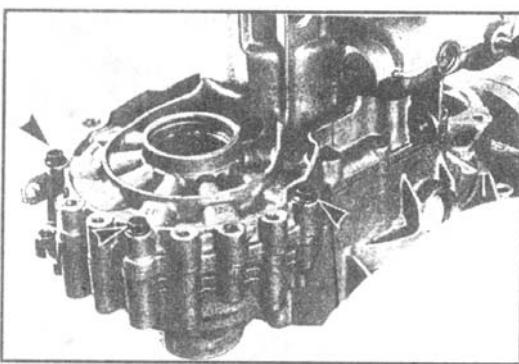

图 4-69 调整输出轴 (七)
③不放任何调节垫片, 将差速器总成放入, 将变速器壳体安装到离合器壳体上, 旋入连接螺栓, 并用 $25N \cdot m$ 的力矩交替拧紧, 如图 4-69 所示。